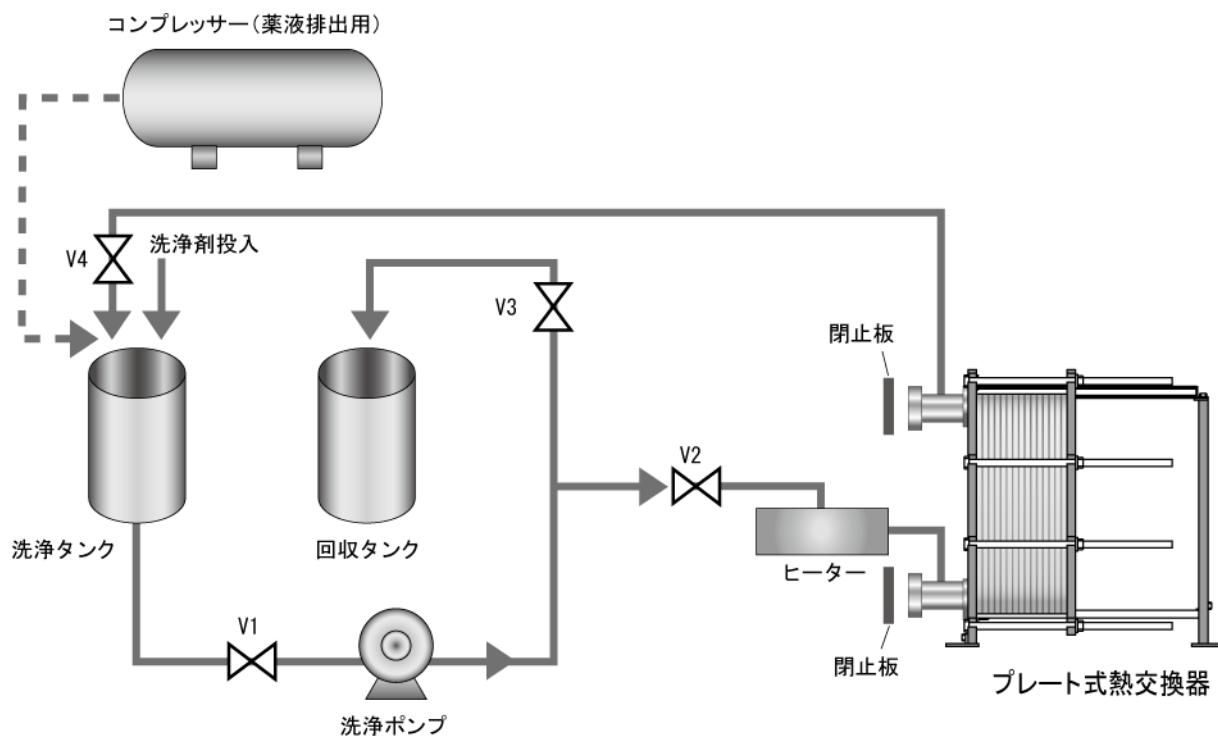

図1. フローシート
① 洗浄ポンプ用電源
② コンプレッサ用電源 または 0.5MPa 清浄エアー
③ 電気ヒーター用電源
④ 清水
3. 洗浄の手順（図1 フローシートをご参照ください。）
- ① 洗浄するプレート式熱交換器（以下 PHE と表記）の状態、スケールおよび使用液を調査し、洗浄方法（洗浄剤名称、濃度、時間、温度）を貴社に連絡後、洗浄剤を発送します。
- ② 対象 PHE の前後配管を既設バルブ、または閉止板にて遮断してください。
- ③ PHE 内の液を抜きます。
- ④ 洗浄用配管を接続します。（図1 フローシート参照）洗浄液は温度計座、圧力計座または液抜きより出し入れします。洗浄液入口接続は貴社にてご用意ください。
- ⑤ 洗浄タンクにて、洗浄剤を希釈して規定の濃度に調整します。洗浄剤の使用にあたっては安全データシート（SDS）をお読みください。
- ⑥ バルブ V1 開、V2 開、V3 閉、V4 開として循環回路を作ります。
- ⑦ 洗浄ポンプを起動し、洗浄液を PHE 内に投入します。
- ⑧ 洗浄剤によっては電気ヒーターを使用して加熱します。
- ⑨ 各洗浄剤の使用方法に従って循環洗浄を行ってください。洗浄が終了したら洗浄ポンプを止めて V1、V4 バルブを閉じます。（V1 閉、V2 開、V3 閉、V4 閉）
- ⑩ V4 先の洗浄液戻りホースにエアー配管を取付けます。
- ⑪ V3 先のホースを回収タンクに入れます。
- ⑫ V3 バルブを開きます。（V1 閉、V2 開、V3 開、V4 閉）
- ⑬ V4 バルブを開け、エアーを PHE 上部から投入して使用済みの洗浄液を回収します。回収タンクから洗浄液があふれないように注意してください。